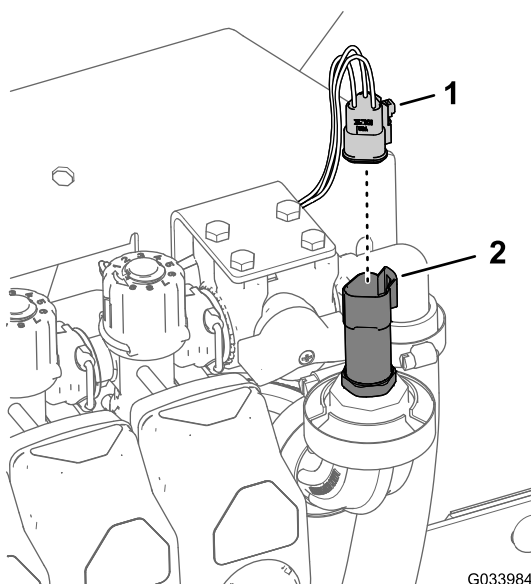

Bild 9
1. Ziehen Sie den 3-Buchsen-Stecker für den Druckwandler ab (Bild 9).